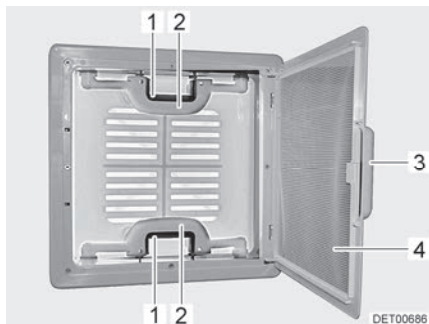

Fig. 73 Oblò a scatto
- Tirare la maniglia (Fig. 73,3).
- Ribaltare la protezione contro gli insetti (Fig. 73,4) verso il basso.
- Premere la chiusura a scatto (Fig. 73,1) verso l'interno dell'oblò. Premere contemporaneamente verso l'alto l'oblò con la maniglia (Fig. 73,2).
- Spingere la protezione contro gli insetti (Fig. 73,4) verso l'alto finché non si innesta.
- Tirare con forza verso il basso le due maniglie (Fig. 73,2) dell'oblò, fino a quando non scattano entrambe le chiusure (Fig. 73,1).